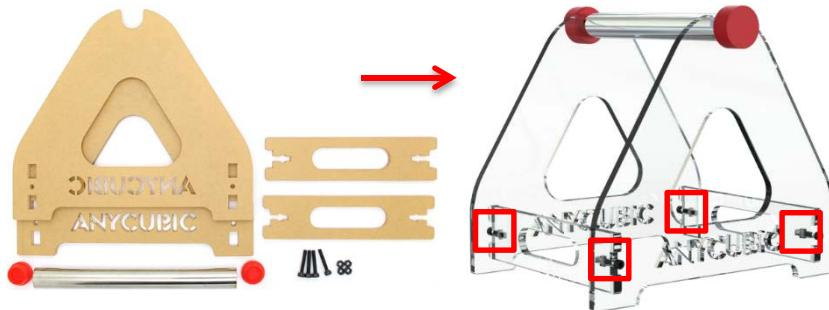

图5
(1) 图5，将耗材架装好，红框为需要安装螺丝螺母的位置。（耗材架颜色请以实物为准）